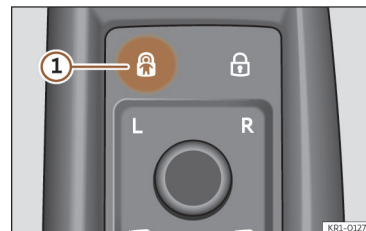

Fig. 76 Na porta do condutor: painel tátil para o sistema de segurança elétrico para crianças.
● **Ativação:** pressione o painel tátil >>> Fig. 76 ①.
O indicador luminoso  do controlo tátil acende-se a amarelo quando o sistema de segurança elétrico para crianças está ativado >>> Fig. 76 ①.